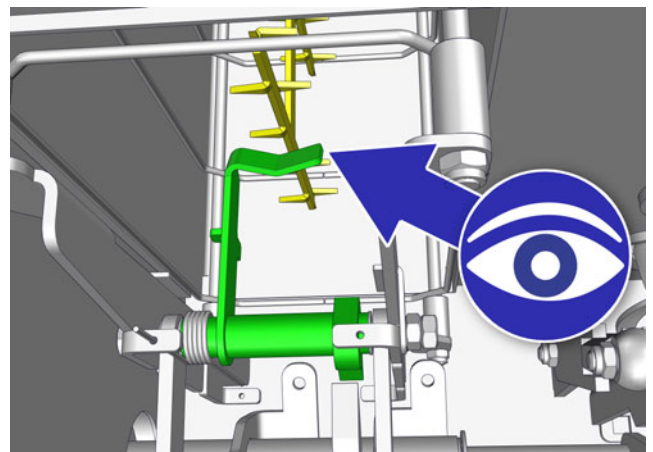
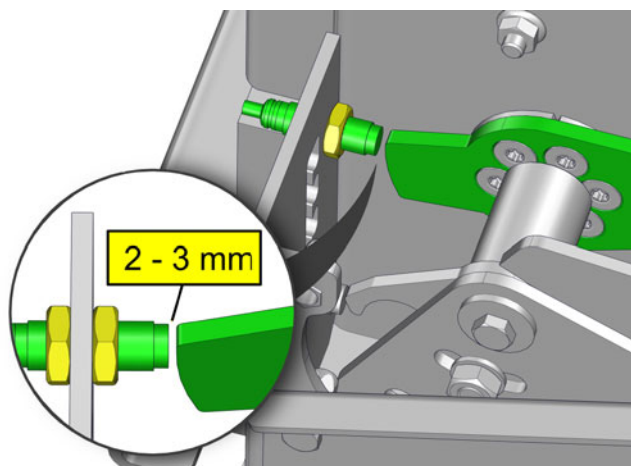

Fig. 8-23: Levier
Fig. 8-25: Écart correct
**i** Si l'erreur "Entraînement pour le nettoyage du séparateur de particules est bloqué" apparaît, ce levier peut s'être coincé avec l'électrode de pulvérisation. Cela peut se produire si la chaudière n'a pas été installée horizontalement ou si l'électrode de pulvérisation a été pliée pendant le nettoyage. Vérifiez alors le levier, voir Fig. 8-23: "Levier". Il se peut que le capteur de position délivre des valeurs erronées pour le râteau-emmeuleur dans le séparateur de particules en raison d'une distance de mesure incorrecte, voir Fig. 8-25: "Écart correct". Dans le cas où aucune cause de panne n'a été trouvée, veuillez contacter le service après-vente ETA.